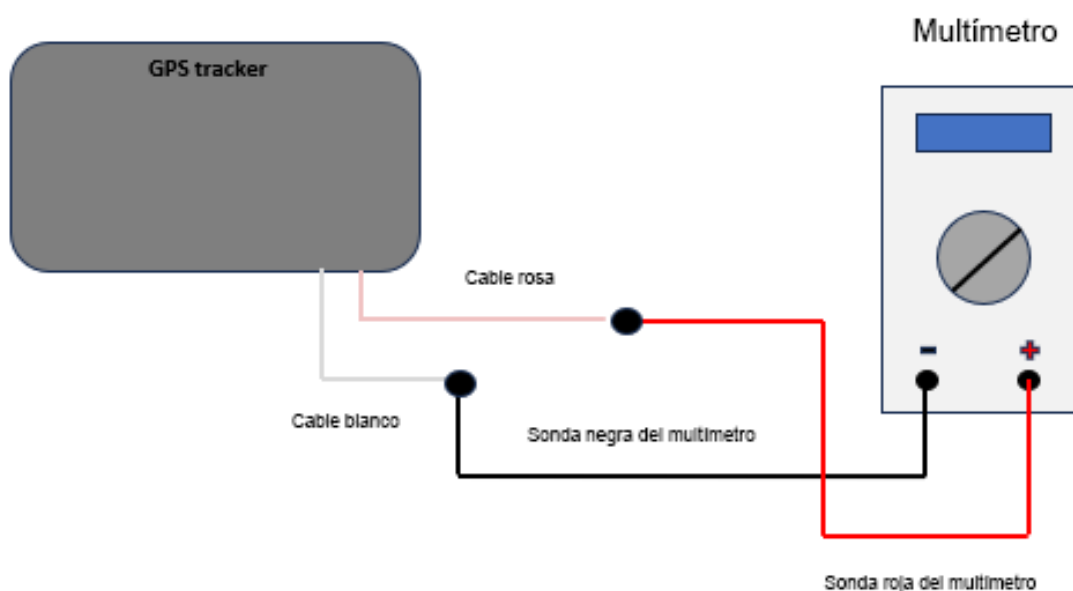

Fig.8 Diagrama de conexión
2. Monte el circuito de conexión de acuerdo con la "Fig. 8 Diagrama de conexión".
Dado que el cable rosa suele corresponder a RX y el cable gris a TX, se recomienda comprobar el diagrama de cableado específico del modelo de GPS-tracker Omnicomm ("Fig. 8") para asegurarse de que se está probando el cable correcto correspondiente a RS-232 Tx. Si en su modelo o diagrama específico el cable rosa está efectivamente conectado a la línea Tx, entonces el procedimiento descrito es correcto para esa configuración.